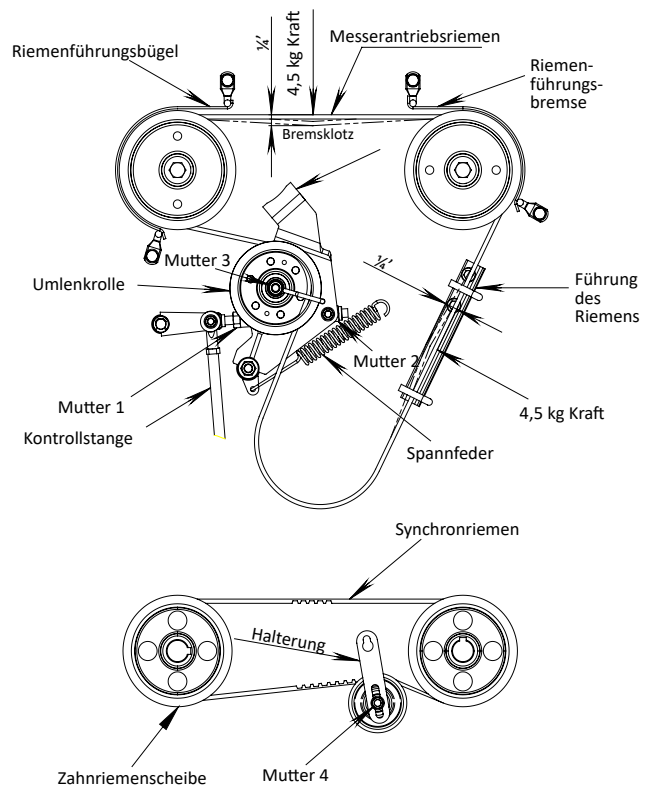

ABB. 9.
- Die Riemenabdeckung entfernen. Den Mähwerksriemen mit einem Riemen Spannungsmesser einstellen. Den Messerantriebshebel betätigen, den Mähwerksriemen spannen und so einstellen, dass sich der Riemen bei 4,5 kg Druck um 0,6 cm bewegt. Die Spannung durch Anziehen oder Lösen der M10-Mutter einstellen. (Siehe ABB. 9).
- Den Messerantriebshebel einlegen, die Mutter lösen und das taillenförmige Loch nach vorne spannen. Sicherstellen, dass die Riemen Spannung ausreichend ist. (Dem gespannten Riemen eine Kraft von 1-2 kg geben, die Durchbiegung des Riemens beträgt 7-9 mm) (Siehe ABB. 9)
- Entfernen Sie den Antriebsriemen des Messers gemäß der Referenzmethode 5.2.2, lösen Sie dann die Mutter an der Leerlaufrolle, nehmen Sie den Synchronriemen von der Achsstift, und montieren Sie dann den neuen Synchronriemen in umgekehrter Reihenfolge. (Siehe ABB. 9)
Das Messersicherheitssystem testen; das Messerbremsslager sorgt dafür, dass sich die schnell rotierenden Messer innerhalb von 3 Sekunden stoppen. (Siehe ABB. 9)